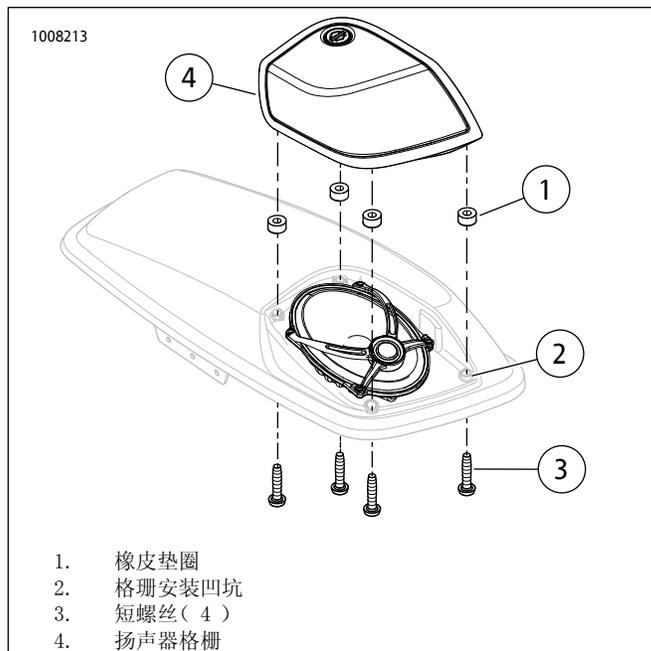

图25。安装和拆卸格栅
22. 参见图25。将橡胶垫圈(1)放入格栅安装凹坑(2)。